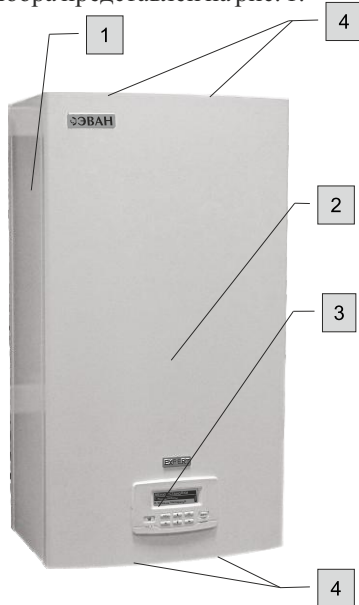

Рисунок 1.
4.2 Внешний вид прибора представлен на рис. 1.
- запрещается работа прибора при снятом кожухе (1) или панели лицевой (2) рис. 1.